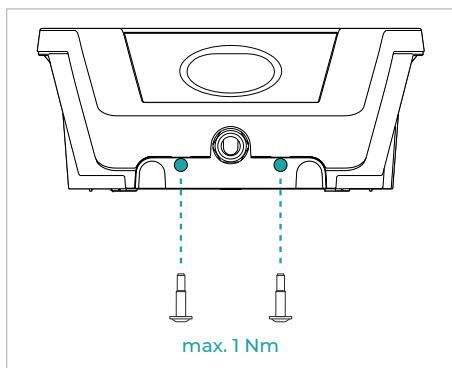

Abb. 10
- Befestigen Sie den Außenrahmen auf dem Ladesystem mit den mitgelieferten Schrauben an den Positionen welche unter **Abb. 10** aufgezeigt sind.